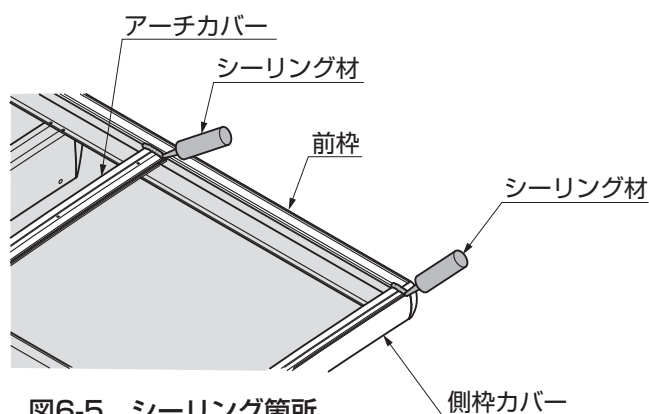

図6-5 シーリング箇所
- ②前枠とアーチカバーの間と前枠と側枠カバーの間にシーリング材を充てんしてください。（図6-5参照）